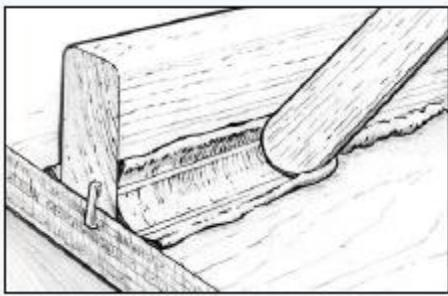

Рис.13. Сформируйте и разровняйте стык
2. Сформируйте излишки загущённой смолы в скругление, протаскивая её вдоль шва с помощью закруглённой палочки, оставляя гладкую поверхность в форме свода, ограниченную с обеих сторон кромкой. За пределами сформированного скругления останется некоторое количество материала (*Рисунок 13*), который может использоваться для заполнения пропущенных участков. Разравнивайте материал до тех пор, пока вы не будете удовлетворены внешним видом стыка. Палочка для смешивания обеспечит радиус скругления в 10 мм. Для формирования скругления с большим радиусом используйте пластиковый скребок 808, обрезанный в необходимой форме или выгнутый с нужным радиусом.